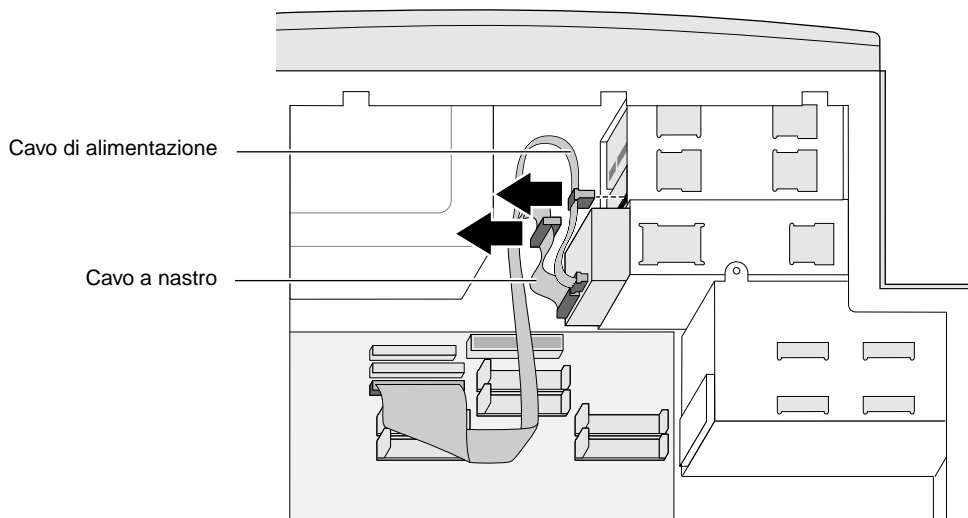

Figura 4-7 Scollegamento dei cavi dall'unità per supporti rimovibili
4. Scollegare i cavi di alimentazione e a nastro sul retro dell'unità, come illustrato nella Figura 4-7.